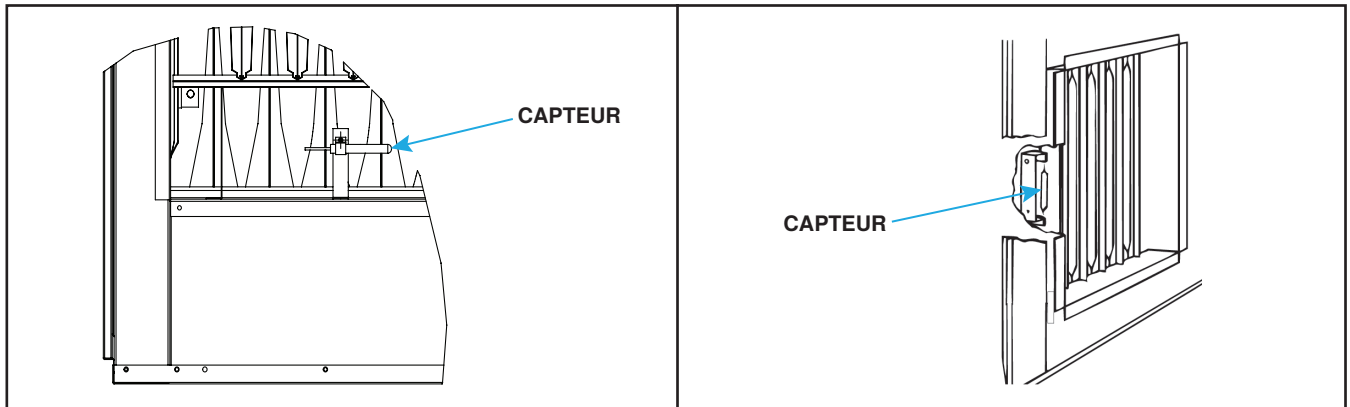

Figure 7. Lieux d'expédition du capteur capillaire
Selon l'option de contrôle des gaz, le capteur de température de l'air de refoulement est installé à l'usine ou sur le site. Les capteurs sur le site ont l'une des deux configurations suivantes : un ensemble capteur et tube de mélange ou un ensemble support de capteur et boîte de jonction. Pour les unités avec option de support de capteur et de boîte de jonction, le capteur est normalement installé sur un support dans la décharge du four pour l'expédition, mais il peut être monté dans le pied de l'armoire (voir Figure 7).
- (1) Avant de raccorder les conduits à la fournaise, retirez le capteur capillaire de sa position d'expédition sur la fournaise (voir Figure 7).